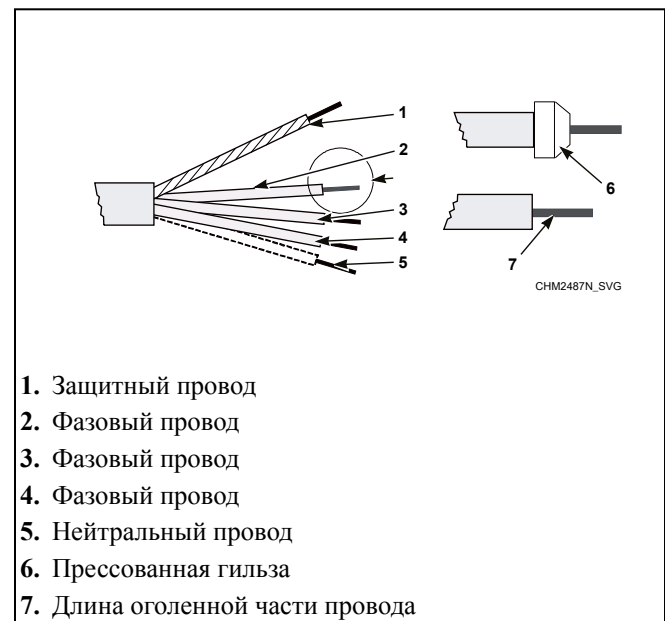

Рис. 30
2. Снимите изоляцию с концов жил. См. *Рис. 30*. Защитный провод должен быть длиннее, чтобы обеспечить подключение к машине без натяжения.